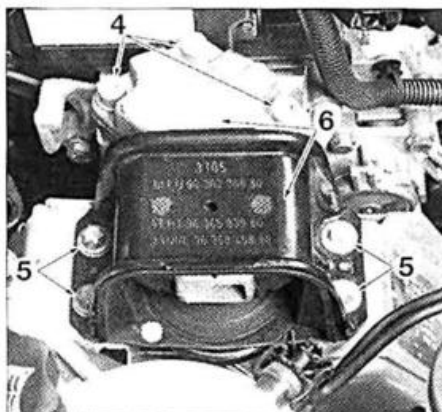
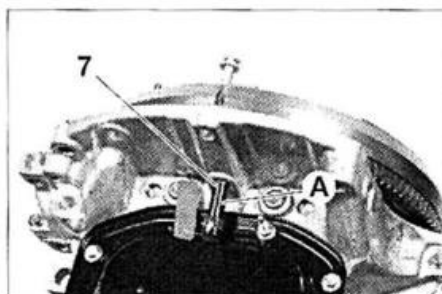
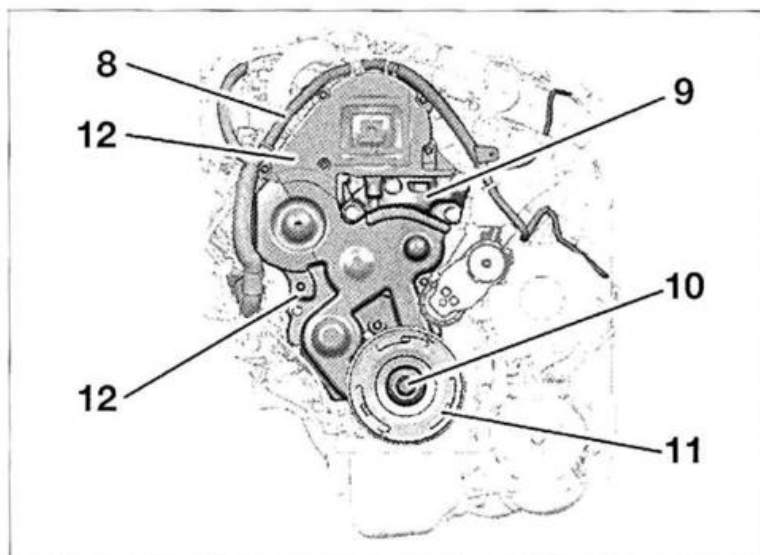

FIG. 5
FIG. 6
FIG. 7
- Desmontar (fig. 5):
- el tornillo de fijación (4) y (5).
- los soportes motor (6).
- Inmovilizar el volante motor con un pasador (A) de 11,5 mm de diámetro y 55 mm de largo o del útil PSA 0194-C que debe colocarse en el taladro de calado (7) (fig. 6).
- Separar el cableado eléctrico (8) del cárter de distribución (fig. 7).
- Desmontar (fig. 7):
- el soporte motor inferior (9).
- el tornillo de fijación de p Polea de cigüeñal (10).
- la polea de cigüeñal (11).
- las tapas de distribución (12).
- el pasador (A) del volante motor (fig. 6).
- Montar el tornillo de fijación (10) de rueda dentada de cigüeñal (fig. 7).
- Inmovilizar el volante motor con el pasador (A) (fig. 6).
- Desmontar el tornillo de fijación (10) de rueda dentada de cigüeñal (fig. 7).
- Montar (fig. 7):
- el soporte motor intermedio derecho (9), apretar al par prescrito.
- la polea de cigüeñal (10), y apretar:
- los soportes motor derecho (6) (fig. 5), y apretar los tornillos (4) y (5) a los pares prescritos
- el cableado eléctrico (8) en el cárter de distribución (fig. 7).